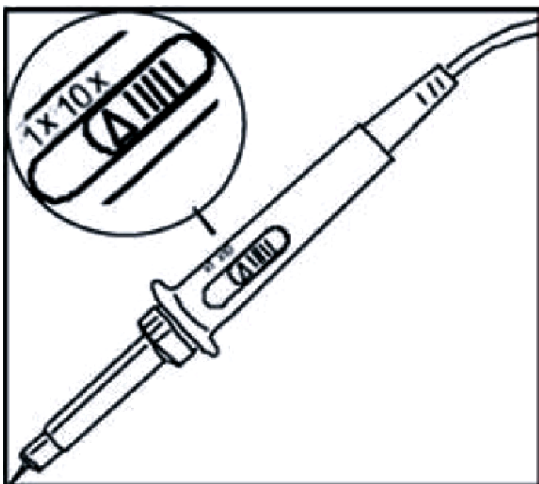

Рисунок 4. Установка переключателя ослабления
- 1) Подсоедините щуп ко входу и установите переключатель коэффициента ослабления в положение 10X (Рисунок 4).